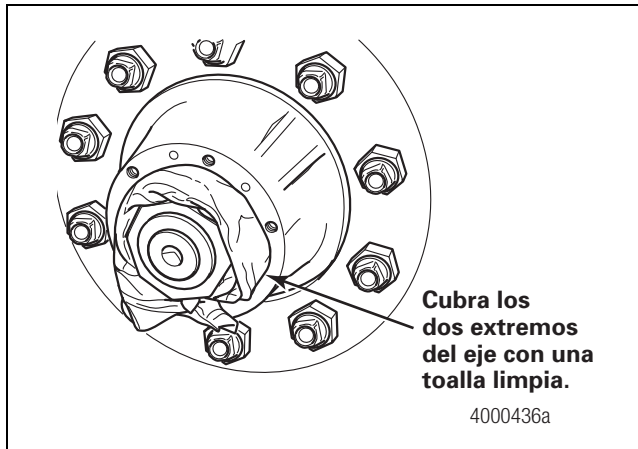

Figura 2.7
- Cubra los extremos de rueda por ambos extremos del eje con una toalla limpia. Figura 2.7.